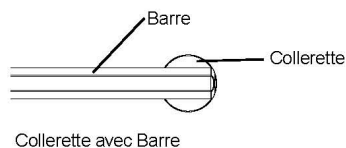

Figura 1B
6. Remueva la brida de la barra (vea la figura 1B).